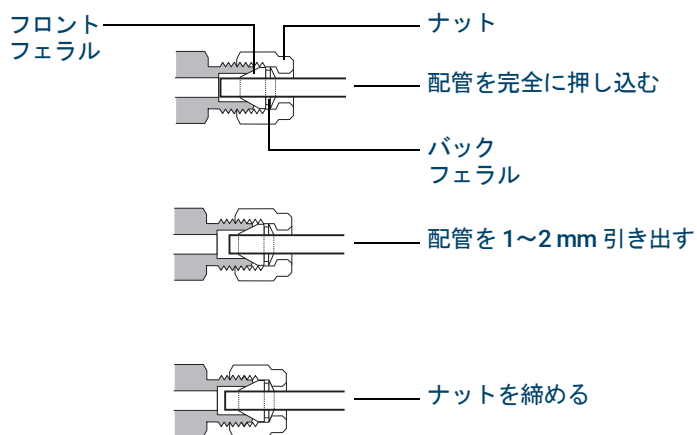

図 54. 配管を挿入する
- 5 図 54 に示すように、チューブを完全にプラグに押し込んでから、約 1～2 mm 引き出します。